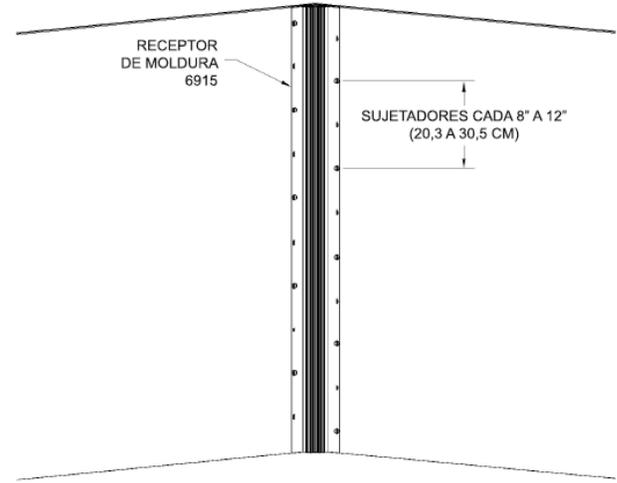

Fig. 2
4. Coloque el receptor de moldura contra el bloque y en la pared. Fije cada 8" a 12" (20,3 a 30,5 cm) a lo largo del reborde de clavos, asegurándose de que el receptor quede bien sujeto utilizando clavos o tornillos galvanizados, inoxidables o resistentes a la corrosión (Fig. 2).